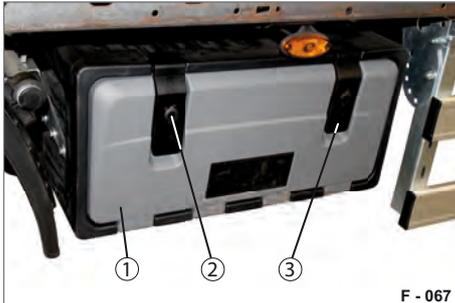
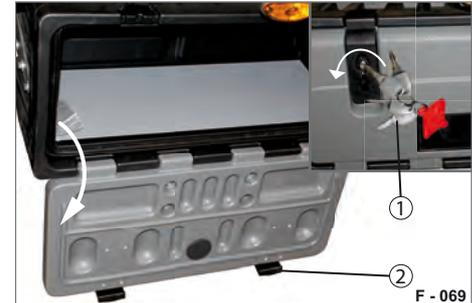

Abb. 100 Werkzeugkasten, verschlossen
Abb. 102 Werkzeugkasten, geöffnet
- ▶ Abdeckungen (Abb. 100/2) von den Schloss-Zylindern entfernen und Deckel (Abb. 100/1) mit dem Schlüssel (Abb. 102/1) aufschließen.
- ▶ Verschlüsse (Abb. 102/2) von unten herausziehen, nach unten schwenken.
- ▶ Verschlüsse (Abb. 102/2) von oben einhaken und nach unten drücken. Deckel ist verschlossen.
- ▶ Mit dem Schlüssel (Abb. 102/1) abschließen, Abdeckung auf die Schloss-Zylinder (Abb. 100/2) aufstecken. Werkzeugkasten ist abgeschlossen und gesichert.